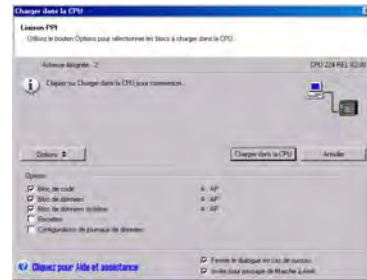

Figure 2-11 Chargement du programme dans la CPU
1. Cliquez sur l'icône Charger dans la CPU dans la barre d'outils ou sélectionnez la commande **Fichier > Charger dans CPU** afin de charger le programme dans la CPU (voir figure 2-11).